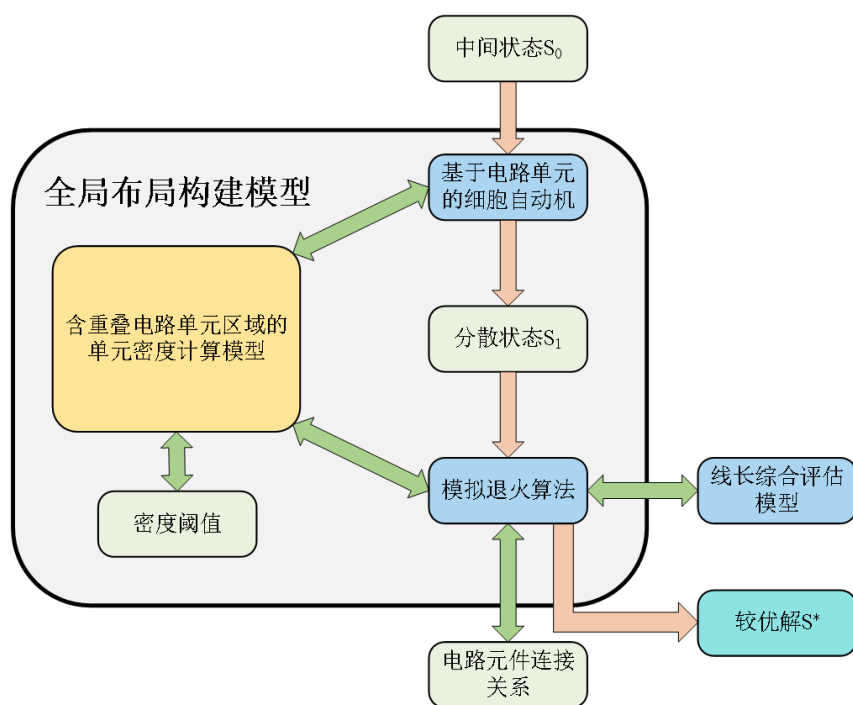

图 4 全局布局构建模型示意图
- (1) 利用含重叠电路单元区域的单元密度计算模型来获取解 S_0 的单元格密度；
- (2) 利用基于电路单元的细胞自动机算法来使较为集中的中间状态分散开来，在这一过程中，减小了电路单元的重叠程度，使得电路单元的分布呈现为较为合理的分散状态 S_1 ，同时满足了单元密度阈值的约束。
- (3) 在细胞自动机算法给出的初步状态 S_1 的基础上，使用模拟退火算法进行随机搜索，以最小化总线长为目标，单元密度阈值为限制条件，给出最终全局布局的一个较优解 S^* 。全局布局构建模型的示意图如图4。